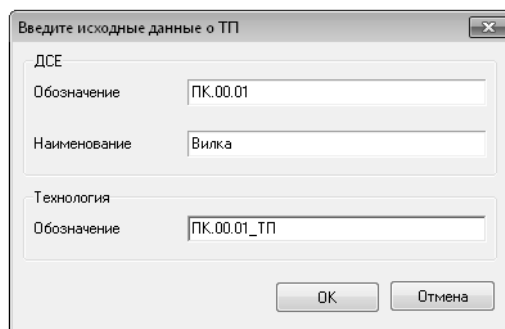

Рис. 12.1.
1. Создайте новый ТП на деталь (рис. 12.1) и подключите к нему 3D-модель *Вилки*, входящей в сборочную единицу *Блок направляющий*. Файл модели *ПК.00.01-Вилка.cdw* расположен в папке *C:\Мои документы\Мои технологии\Азбука САПР ТП ВЕРТИКАЛЬ\Блок направляющий*.